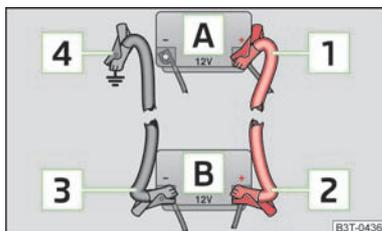

Fig. 163
- Fixez une extrémité **1** sur le pôle positif » fig. 163 de la batterie déchargée **A**.